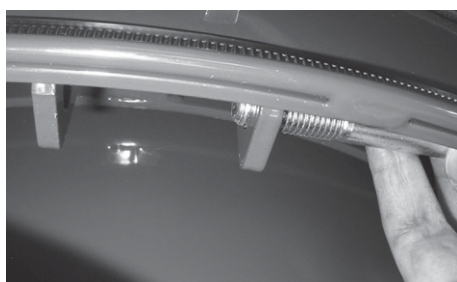

fig. 29
2) Insert the M12x90 bolt (pos.1, fig.27) in the 12 mm diameter washer (pos.2, fig.27) and insert it into the RH upper hole of the tie-rod for clamps stopping at the beginning of the hole itself (Fig. 29).
2) Den Schraubbolzen M12x90 (Pos.1 Abb. 27) in die Federscheibe mit Durchmesser 12 mm (Pos. 2 Abb. 27) einführen und ihn in das Innere des oberen rechten Lochs des Gurtzugankers stecken, wobei man am Beginn des Lochs Halt macht (Abb. 29).
2) Introduire le boulon M12x90 (pos.1, fig. 27) dans la rondelle Grower diamètre 12 mm (pos.2, fig.27) et l'enfiler à l'intérieur du trou supérieur droit du tirant pour bandes en s'arrêtant au début du trou. (Fig. 29).
2) Introdurre il bullone M12x90 (pos.1, fig.27) nella rondella Grower diametro 12 mm (pos.2, fig.27) ed infilarlo all'interno del foro superiore destro del tirante per fasce fermandosi all'inizio del foro stesso. (Fig. 29)